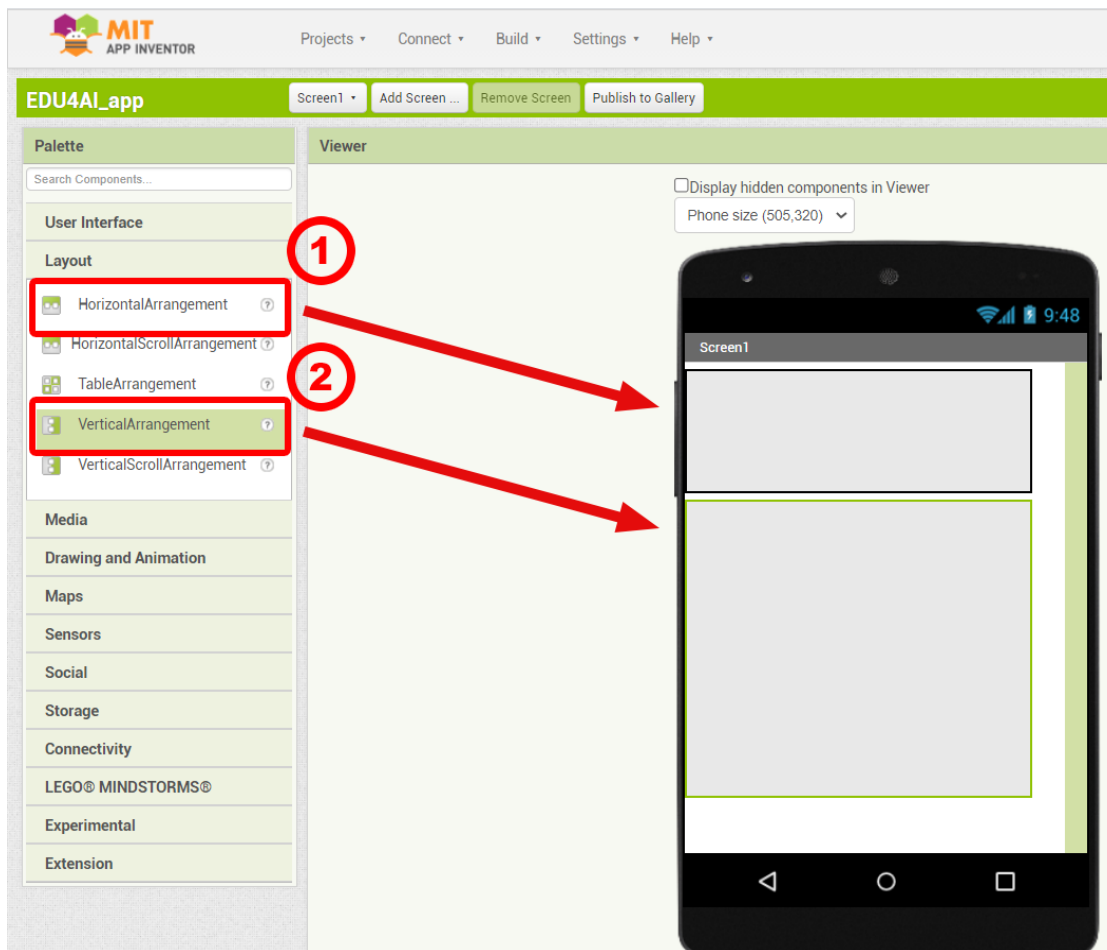

Figura 2: Arrastar e largar os dois itens do Layout no ecrã
de navegação. Assim, a partir do separador "Layout", arrastamos os componentes "HorizontalArrangement" (1) e "VerticalArrangement" (2) e largamo-los no ecrã (Figura 2).